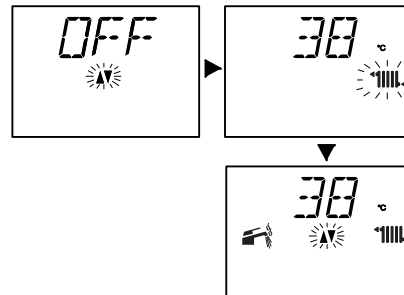

Fig. 2.8
- con regulación mínima de la temperatura de impulsión para calefacción Fig. 2.8